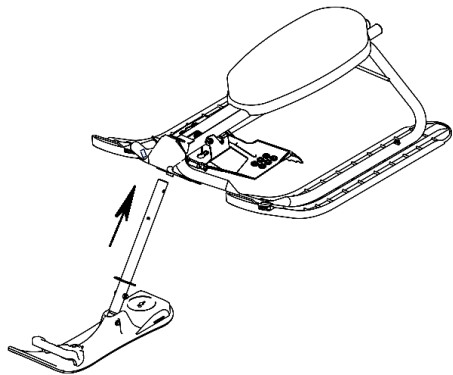

Рис. 3
- завести верхнюю часть рулевой колонки снизу в отверстие головного узла рамы до упора в ограничительную шайбу (рис.3).